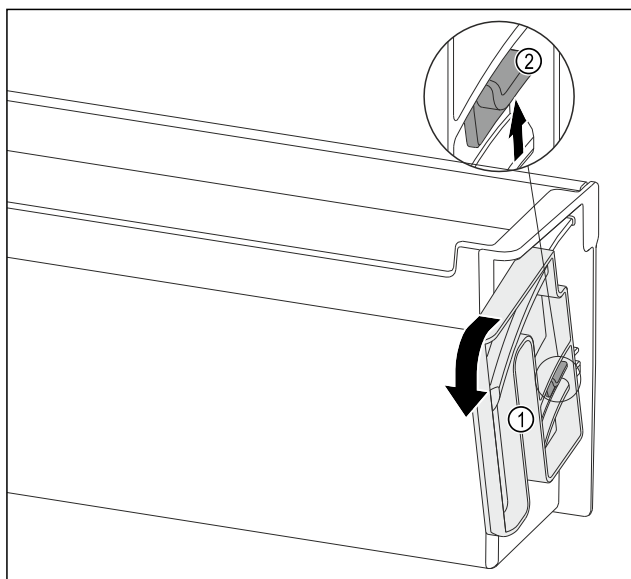

Fig. 134
- 沿指定方向将旋转单元 Fig. 134 (1)转动到底。
- 向上按压凸舌 Fig. 134 (2)并取出旋转单元 Fig. 134 (1)。